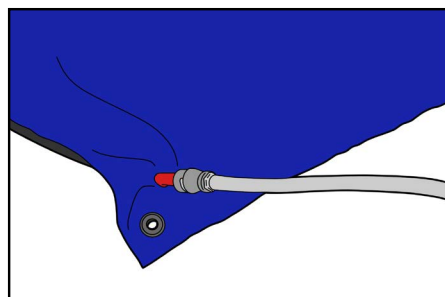

图 8
2. 将气垫充满足够的空气，以消除皱褶和折痕。安置病人之前，使气垫预塑型 以确保填充物位于正确位置。需要硬实但是相当可塑的真空度 以确保正确 的病人定位。您可以通过用两根手指按压以测试气垫的硬实（图 8）。